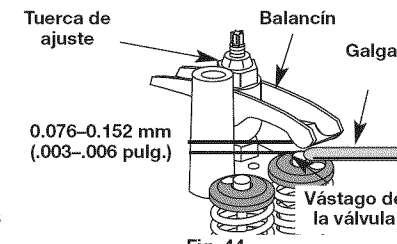

Fig. 44
- a. Gire la tuerca de ajuste con una llave de 8 mm (5/16 pulgadas) o una guía de tuercas (Fig. 44).